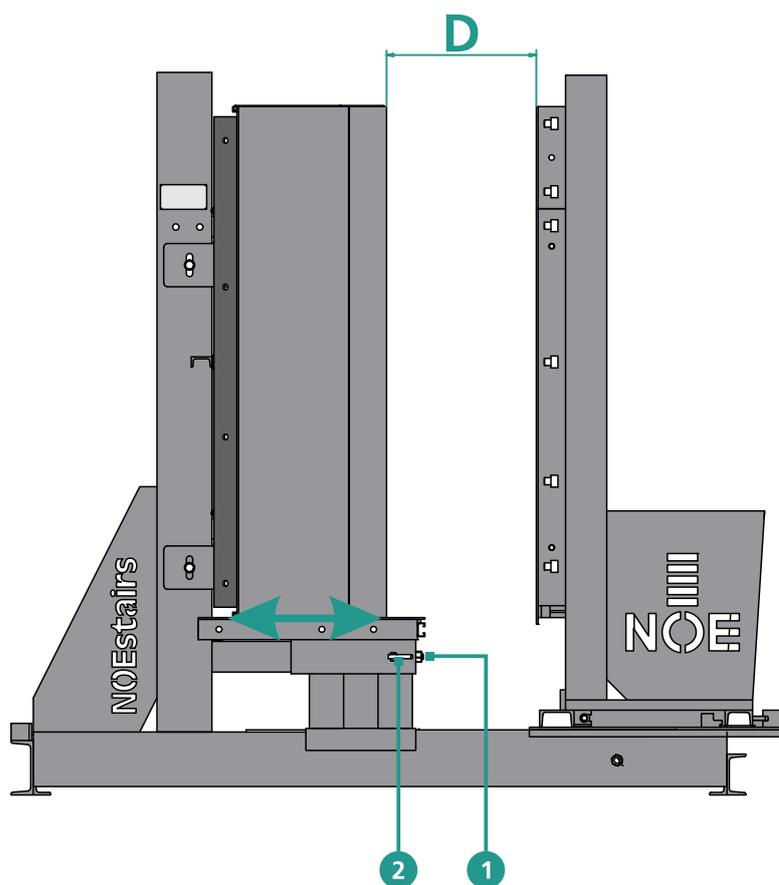

Abbildung 10.1
Zur Einstellung der Laufplattendicke (D) kann das Bodenteil mit zwei Spindeln quer verschoben und mit zwei Knebelschrauben festgeklammert werden (Abbildung 10.1 und 10.2).